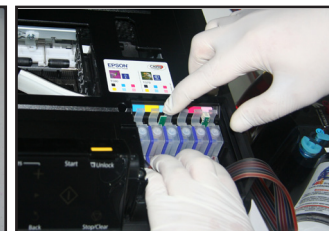

рис. 12
9. Установите блок картриджей (рис. 12).